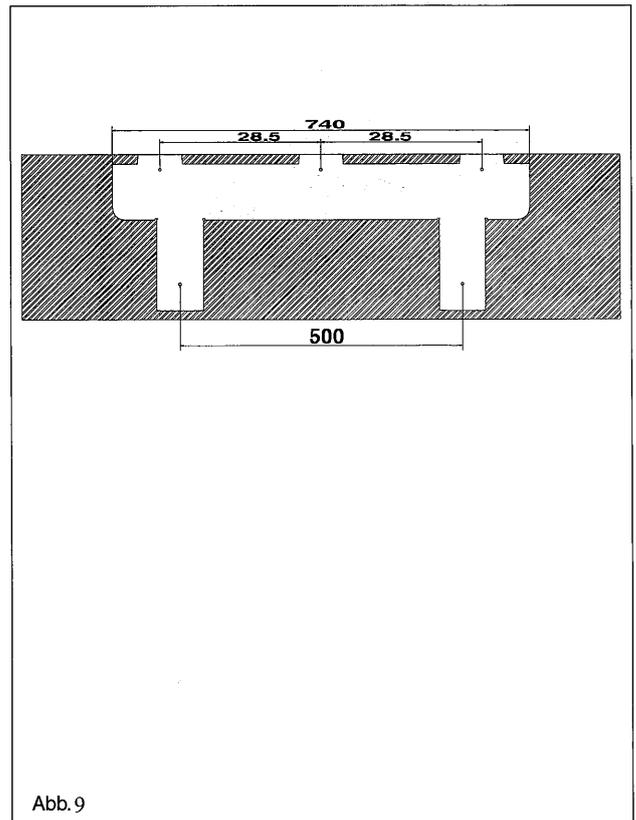

Abb. 9
1. Abb. 9 zeigt die Lage der Montageplatte, entsprechend der Grosse des Klimageraetes. Wenden Sie sich bitte an die Abbildung die zu Ihrem Modell und Bau-grosse passt (gezeichnet in Viereck).